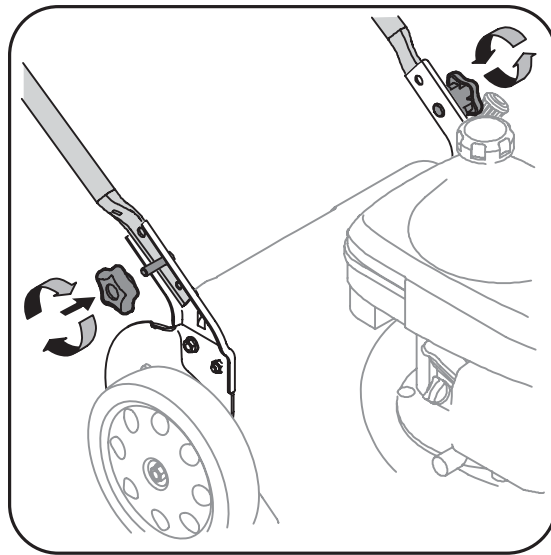

Figure 3-2
- Serrez les boutons en forme d'étoile retirés pour bien maintenir le guidon inférieur contre les supports de guidon. Voir la Figure 3-2.